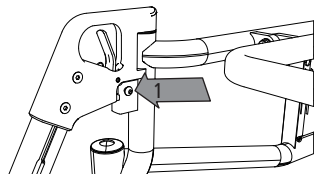

Abb. 5
2. Nach dem Arretieren sollten die Beinstützen spielfrei montiert sein. Bei Bedarf können Sie die seitlichen Innensechskantschraube (1, Abb. 5) vorsichtig anziehen, bis das Spiel an den Beinstützen auf ein Minimum reduziert ist.